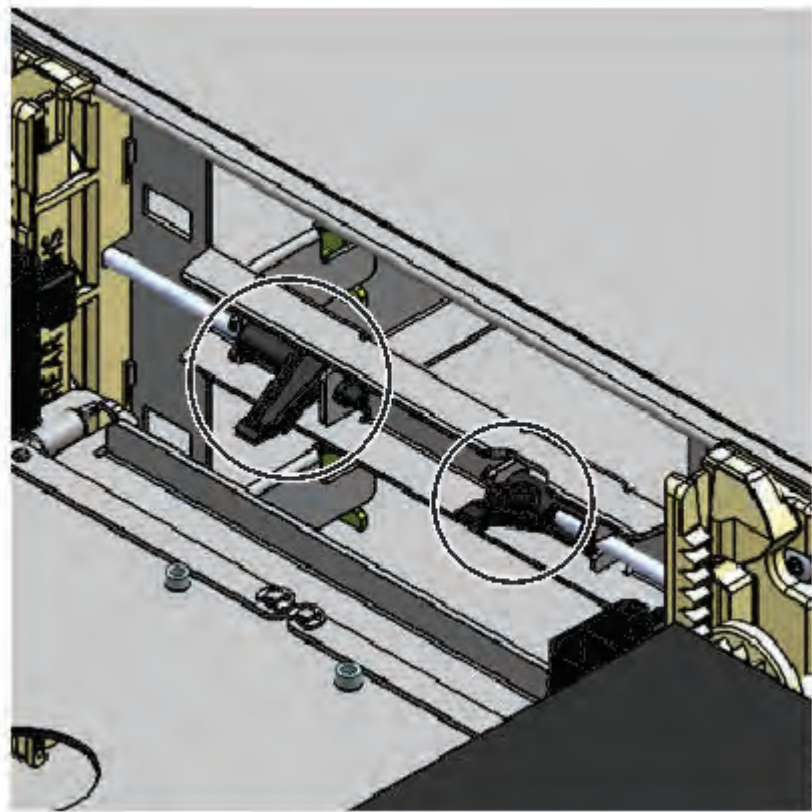

Figura 80. Palancas de liberación del cargador
1. Extraiga los cargadores izquierdo y derecho utilizando las palancas de liberación de la revista (en círculo en Figura 80 en la página 182). Tire de la palanca hacia arriba y, a continuación saque el cargador.